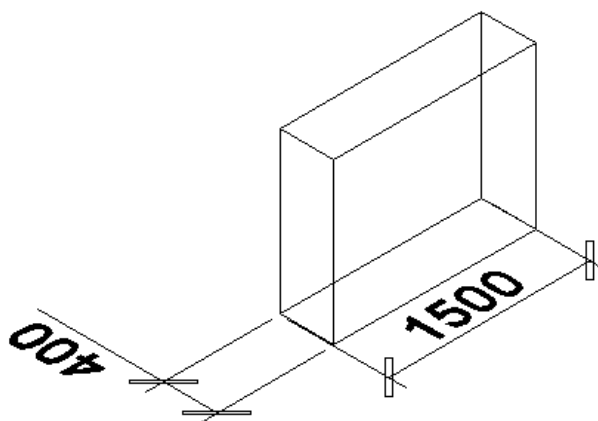

Рис. 14
2. Начертите с помощью команды *Ящик* окно высотой 1200 мм (Рис. 14).